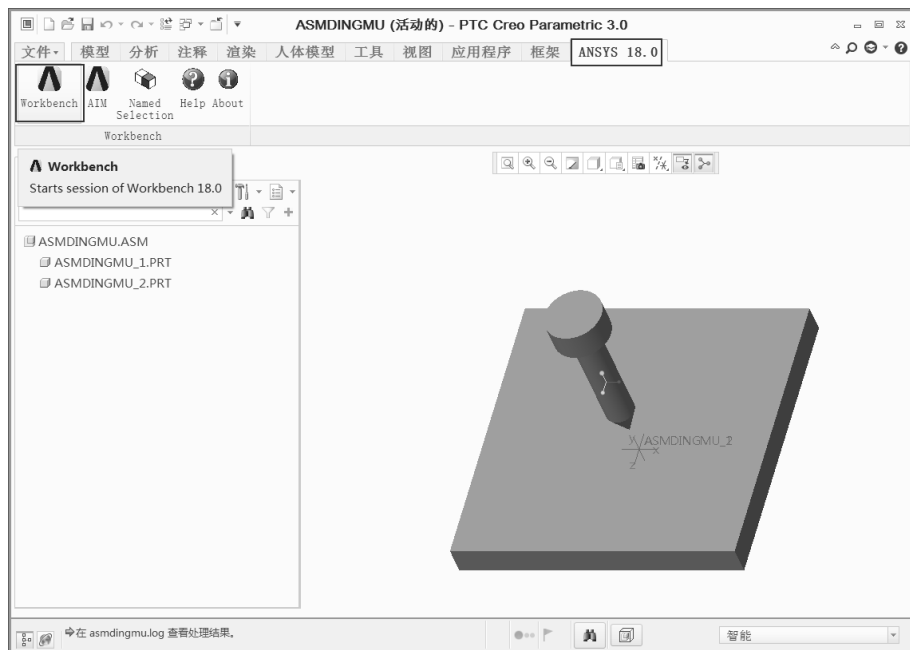

图 11-6 启动 Workbench
Step6：单击工具栏中的 ANSYS 18.0 Workbench 命令，如图 11-6 所示，此时会弹出 ANSYS Workbench 18.0 软件。